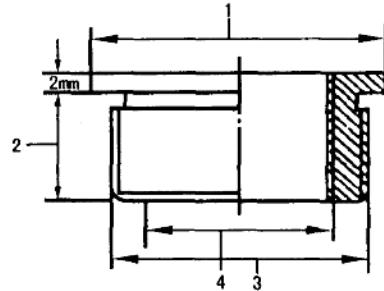

图 1-3 火花塞螺纹孔套
(2) 火花塞螺纹孔的修理方法: 将原来的螺纹孔改制为直径大一些的螺纹孔, 镗制一个有内外螺纹的铜套(钢套), 内螺纹制成与原来规格火花塞螺纹相配(图 1-3), 不必改用其他规格的火花塞。然后找一个火花塞, 在火花塞的螺纹部分涂抹润滑脂, 拧入制好的螺纹套中, 并在螺纹套外螺纹表面涂抹少许铅油。最后将螺纹套拧入气缸盖螺纹孔中并拧紧, 退出火花塞,